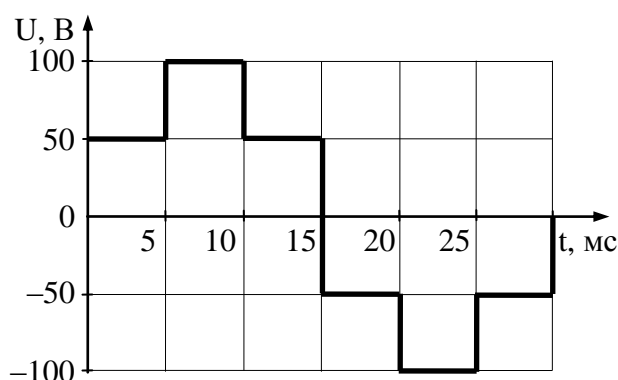

Рис. 2.
- Пренебрегая погрешностями прибора, определите показания электродинамического вольтметра, если форма кривой напряжения сигнала имеет вид, изображенный на рис. 2.